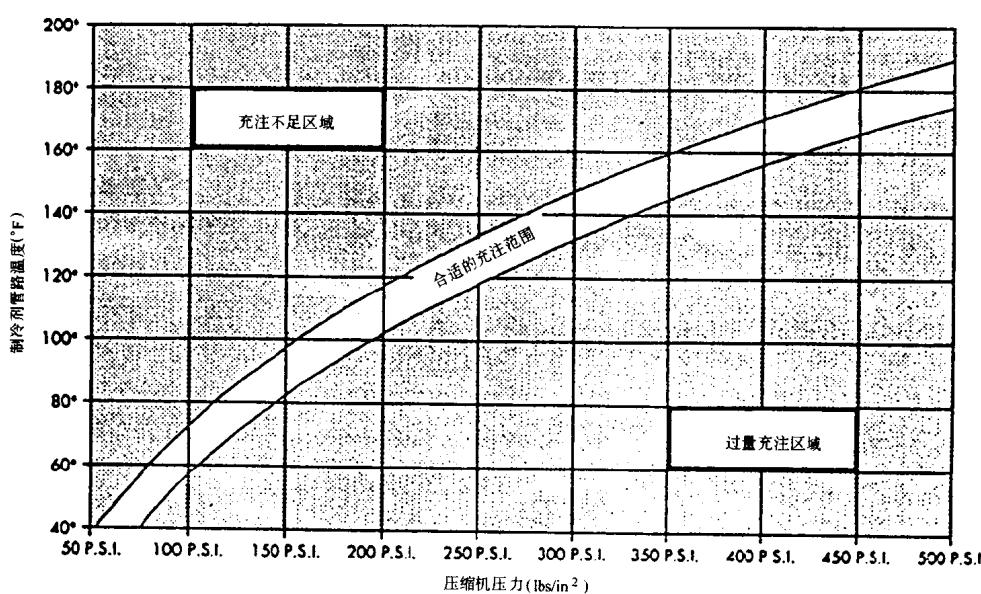

图 1-15 充注测定图 (卷云、和谐、无畏、LHS、纽约人、层云和梦幻车型)
- 4) 对于除了彩虹以外的其它车型, 观察系统排空过程中的压力变化, 以及制冷剂管路的温度。然后参考充注测定图 (见图 1-15 所示), 确定系统合适的充注范围。